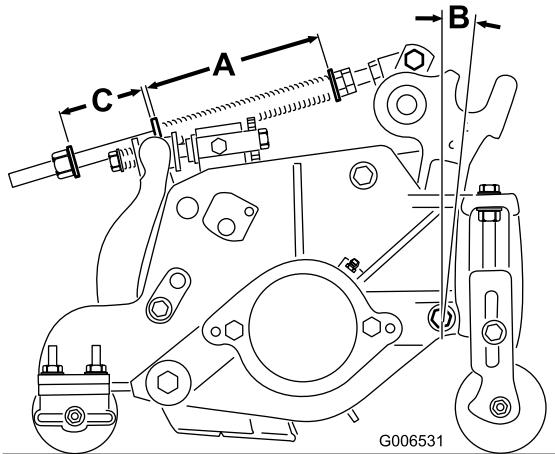

Bild 20
2. Ziehen Sie die Sechskantmuttern vorne an der Federstange an, bis die komprimierte Länge (A) der Feder 159 mm beträgt (Bild 20).
Hinweis: Verlängern Sie die Länge der komprimierten Feder (A) und den Abstand (C) um 13 mm, wenn Sie unebenes Terrain mähen (Bild 20).
Die Rasenkompenzierungsfeder (Bild 20) verlagert das Gewicht von der vorderen zur hinteren Rolle. Dies reduziert ein Bobbing genanntes Wellenmuster auf der Rasenfläche.
1. Ziehen Sie die Sicherungsmutter hinten an der Federstange an, bis der Abstand (C) zwischen der Federhalterung hinten und der Scheibe vorne 51 mm beträgt (Bild 20).